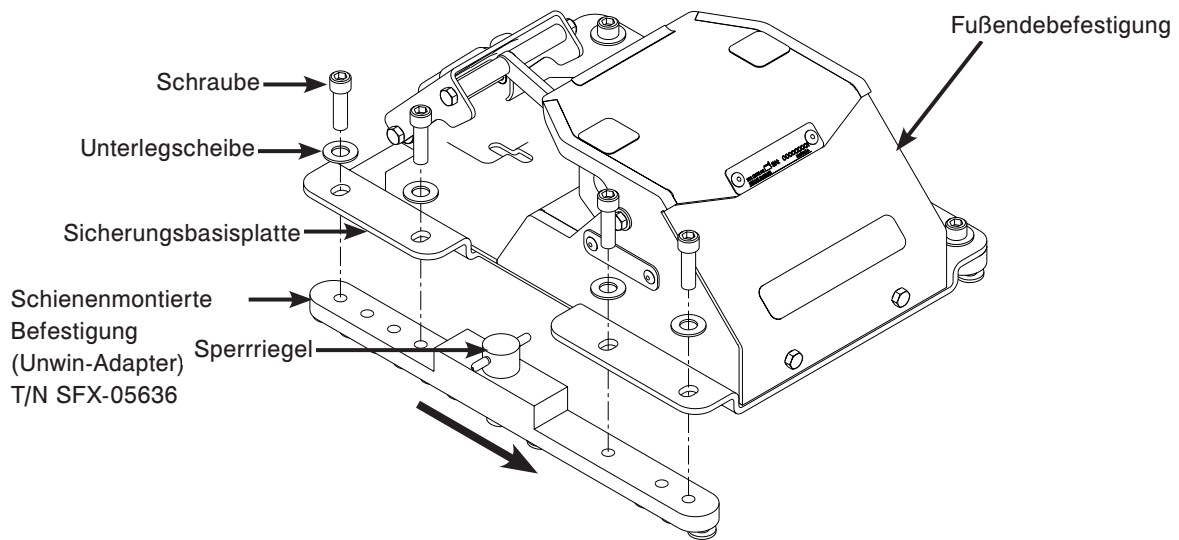

Abbildung 6 - Montage der Fußendebefestigung
1. Die acht Unterlegscheiben zwischen die acht Schrauben (auf jeder Seite vier) und die Sicherungsbasisplatte der Fußendebefestigung positionieren, wie in Abbildung 6 dargestellt.
**Hinweis:** Die schienenmontierte Befestigung (Unwin-Adapter) unter der Sicherungsbasisplatte positionieren, wobei der schwarze Pfeil am Unwin-Adapter zum Kopfende des Krankenwagens zeigen muss, wie in Abbildung 6 dargestellt.
2. Die Schrauben leicht anziehen, um die schienenmontierte Befestigung (Unwin-Adapter) an der Sicherungsbasisplatte der Fußendebefestigung anzubringen, wie in Abbildung 6 dargestellt.